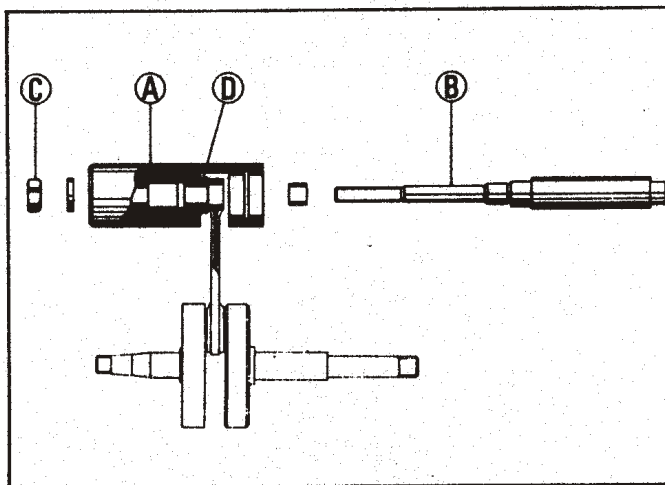

Fig. 4R
Montar sobre el particular «A» el casquillo «D» particular (6) del útil T.0035732, montar el nuevo casquillo en el eje «B» y mediante el empleo de la tuerca «C», ya utilizada para el desmontaje colocar definitivamente en su lugar el nuevo casquillo, fig. 4R.